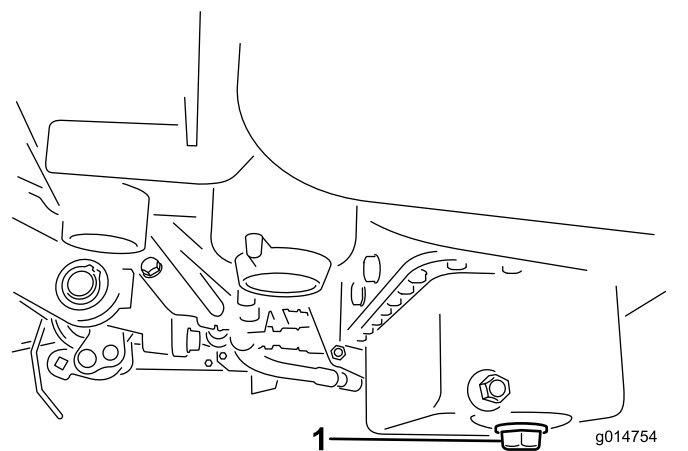

Figura 34
1. Togliete il tappo di spurgo e lasciate defluire l'olio in una bacinella. Quando l'olio cessa di defluire, rimontate il tappo (Figura 34).